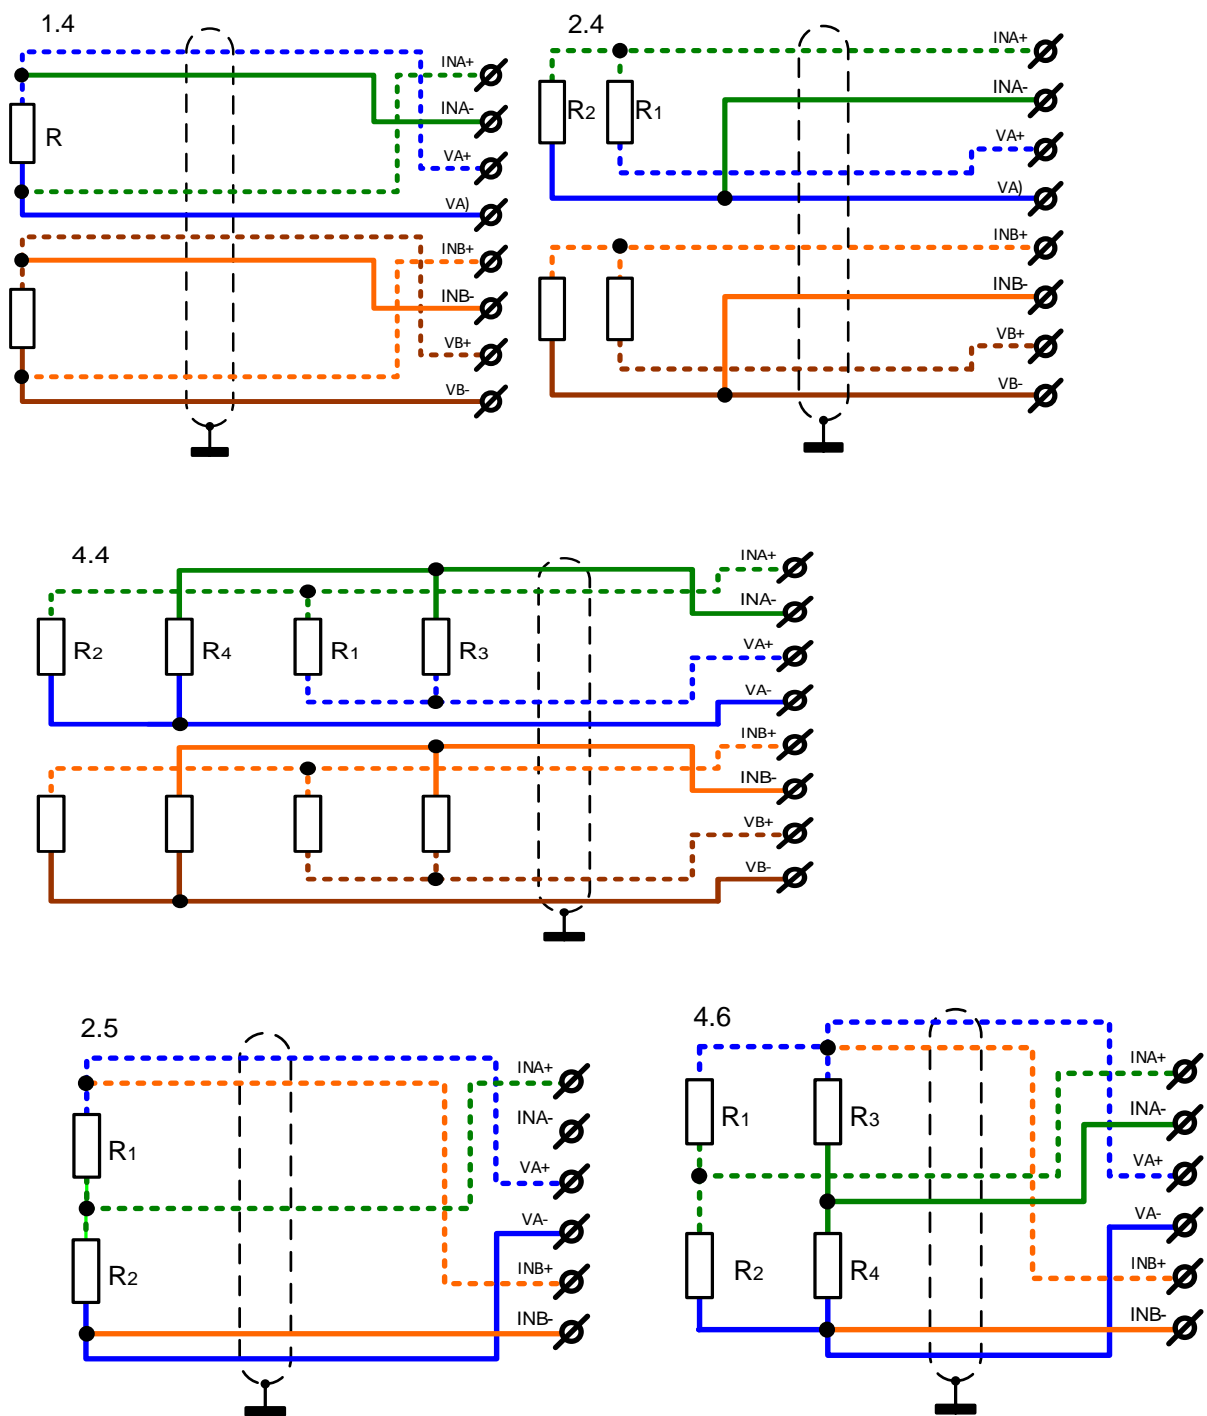

Рисунок 3 - Схемы подключения тензорезисторов
2.3.4 Схемы подключения тензорезисторов представлены на рис. 3. Схемы обозначены в соответствии с таб. 4.